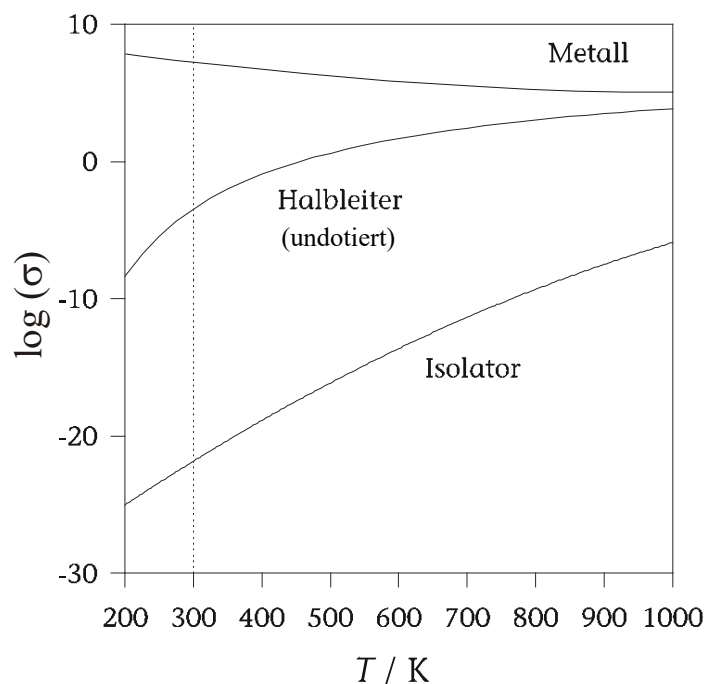

Abbildung 2: Zur Temperaturabhängigkeit der Leitfähigkeit verschiedener Materialklassen (dekad.-logar. Maßstab)
Abbildung 2 zeigt schematisch für verschiedene Materialklassen die Abhängigkeit der Leitfähigkeit von der Temperatur (im dekadisch-logarithmischen Maßstab).
- a) Beschreiben Sie qualitativ die jeweilige Temperaturabhängigkeit der Leitfähigkeit σ für Metalle, undotierte Halbleiter und Isolatoren anhand von **Abb. 2**.